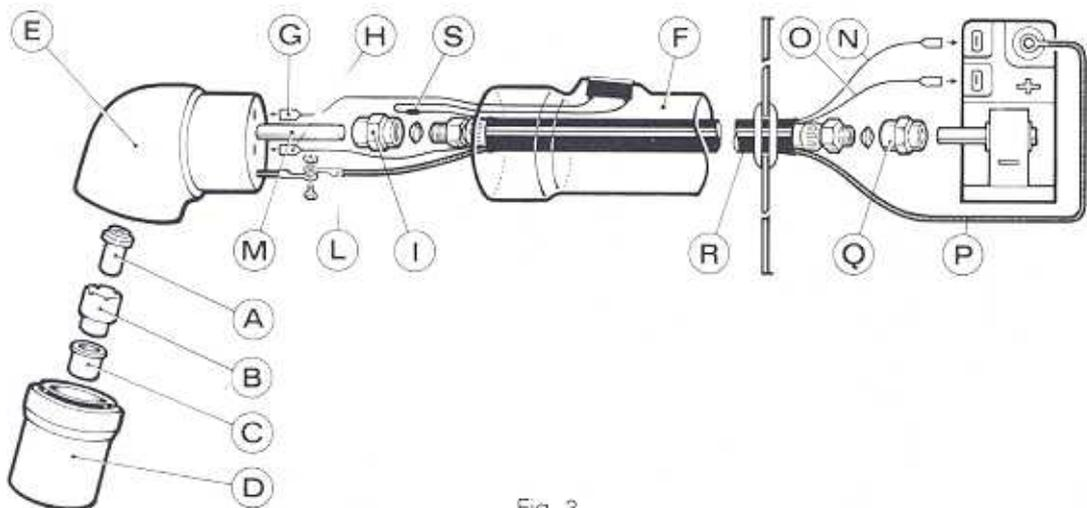

Fig. 3
1) Sostituzione delle parti di consumo (fig. 3).
2) Sostituzione del corpo torcia **E** (fig. 3).
3) Sostituzione della torcia completa (fig. 3).
4) Sostituzione del cavo **R** (fig. 3).